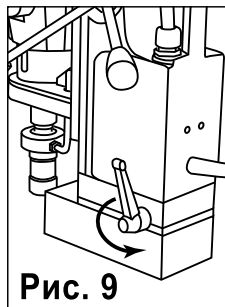

Рис. 9
2. Поверните рукоятку фиксации поворотного основания в сторону держателя (Рис. 9).